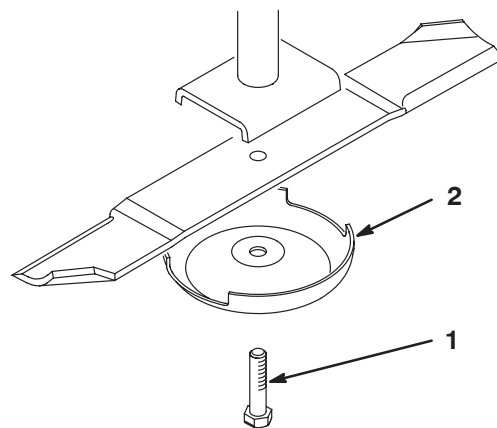

Figure 26
- Tenez la lame à son extrémité avec un chiffon ou un gant épais. Enlevez le boulon, la coupelle anti-scalp et la lame de l'axe de pivot (Fig. 26).